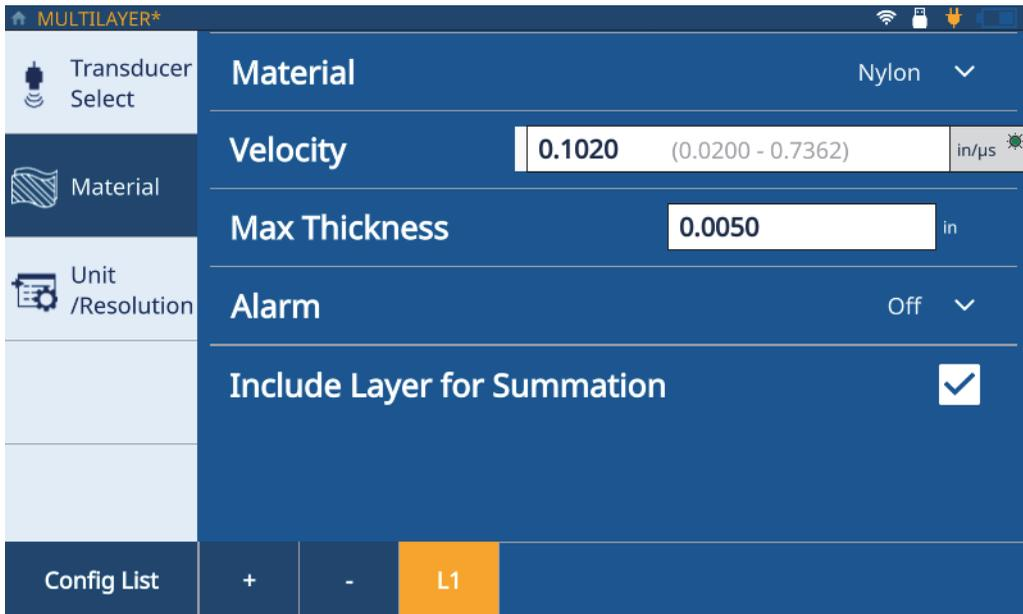

Figure 2-5 Onglet Material (Matériau) à l'écran Multilayer (Multicouche)
8. Touchez l'onglet **Material** (Matériau) [Figure 2-5 à la page 22, où **L1** (C1) représente la première couche], puis sélectionnez votre matériau dans la liste déroulante. Le mesureur met automatiquement à jour la vitesse de propagation des ondes en fonction du matériau.